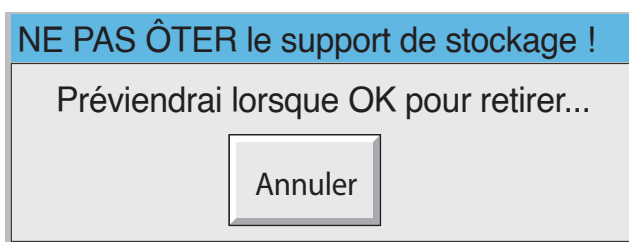

Figure 2.4.1c Message « Ne pas ôter le support de stockage »
3. La trappe est normalement déverrouillée pendant 5 secondes (pour permettre l'accès à la pointe tactile et au port USB avant), mais un message d'avertissement s'affiche à l'écran (figure 2.4.1c).